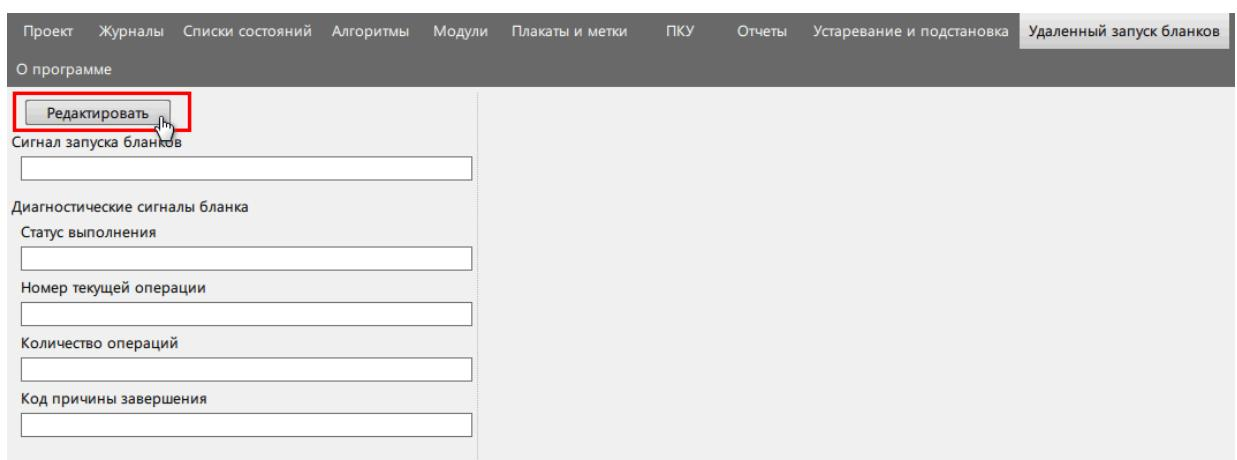

Рисунок 174 - Редактировать
9. Перейдите на вкладку **Удалённый запуск бланков** и нажмите **Редактировать** (Рисунок 174).